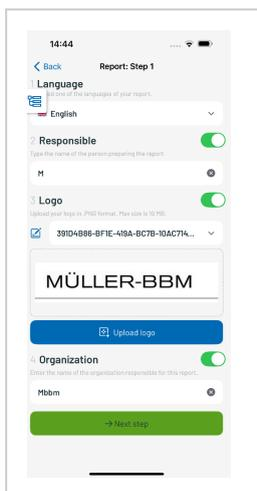

Abbildung 16: Berichtgenerator Schritt 1.
- Mit einem Klick oben rechts auf Report  wird im weiteren Schritt ein Bericht generiert. In dieser Maske (Bericht: Schritt 1, Abbildung 16) werden die wiederkehrenden Angaben zum Bericht gemacht. Diese stehen beim nächsten Aufruf direkt zur Verfügung und müssen nicht erneut gewählt werden. Es kann die Sprache ausgewählt werden, in der der Bericht erstellt werden soll. (Englisch, Deutsch, Japanisch, Portugiesisch). Weiterhin kann die für die Messung verantwortliche Person eingetragen werden. Unter „ Upload Logo“ kann ein Logo aus der Foto-Mediathek ausgewählt oder mit der Kamera aufgenommen werden. Als nächstes kann die Organisation eingegeben werden.